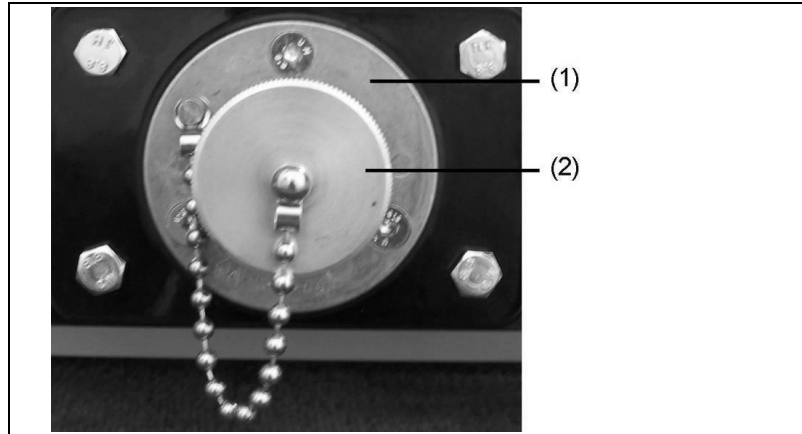

Fig. 5-10: Prise de raccordement pour accessoires 12V
1. Dévissez le cache de protection (Fig. 5-10-(2)) de la prise de raccordement 12V (Fig. 5-10-(1)) dans le sens inverse des aiguilles d'une montre.
6. Vissez le cache de protection (Fig. 5-10-(2)) de la prise 12V en tournant dans le sens des aiguilles d'une montre.